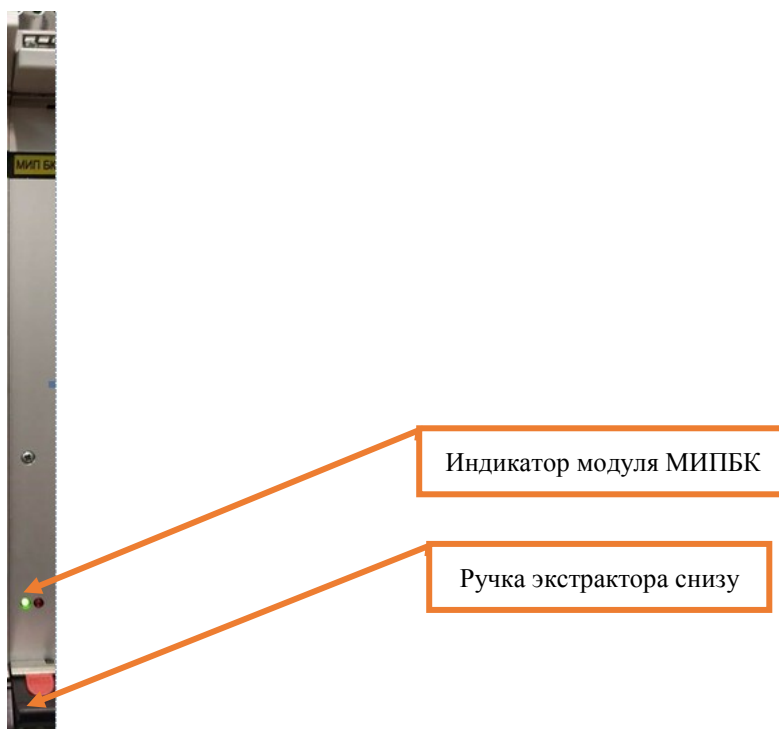

Рисунок 4. Индикация на модуле МИПБК.
7.1.8 Убедиться, что индикатор на лицевой панели модуля МИПБК светит зеленым цветом (Рисунок 4).